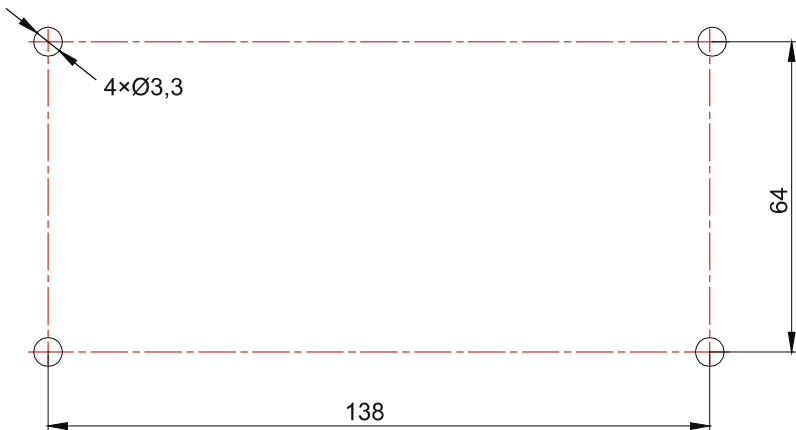

Abb. 3-11: Befestigungslöcher der Installationsdose
- 2) Soll der Zentralcontroller im Schaltschrank installiert werden, bilden Sie im Schaltschrank 4 Löcher gemäß Abb. 3-11 für die Installation.
- 3) Verlegen Sie im Schritt ① ein Stromversorgungskabel und ein Kommunikationskabel zum Installationsort, dann ziehen Sie die beiden Kabel durch separate Löcher in der Rückwand der Installationsdose durch. Verlegen Sie die Kabel nie durch die gleiche Öffnung.
- 4) Ziehen Sie im Schritt ⑥ das Kabel ab, mit dem das Touch-Display und die Rückwand des Controllers verbunden sind. Bewahren Sie das Touch-Display an einem sicheren Ort auf.
- 5) Schließen Sie im Schritt ⑦ die Adern des Kommunikationskabels an den Klemmen A3 und B3 an; schließen Sie den Nulleiter (Neutralleiter) und den Phasenleiter des Stromversorgungskabels an den Klemmen N und L an; schließen Sie den Erdleiter an der Klemme  auf der Rückwand des Elektronikkastens an. Befestigen Sie den Erdleiter mit einer M4×12 Schraube.
- 6) Befestigen Sie im Schritt ⑧ die Rückwand des Controllers in der Rückwand der Installationsdose mit ST4.2×9.5 TC Schrauben.
- 7) Schließen Sie im Schritt ⑨ das Kabel an, mit dem das Touch-Display und die Rückwand des Controllers verbunden sind.